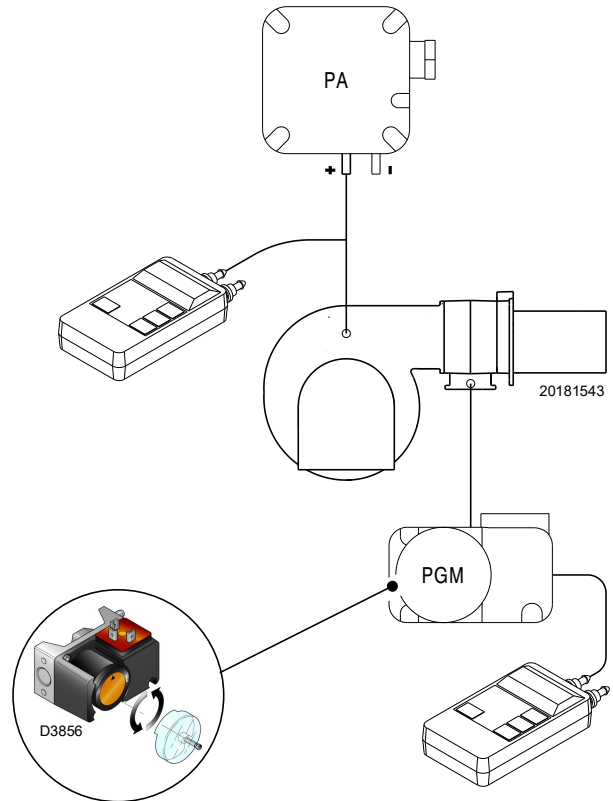

图 29
- ▶ 调节最大燃气压力开关（第 34 页图 29）到量程的终止位置。
在完成所有其他燃烧器调整后，调整最大气体压力开关（图 29），并将最大气体压力开关设置在刻度的末端。